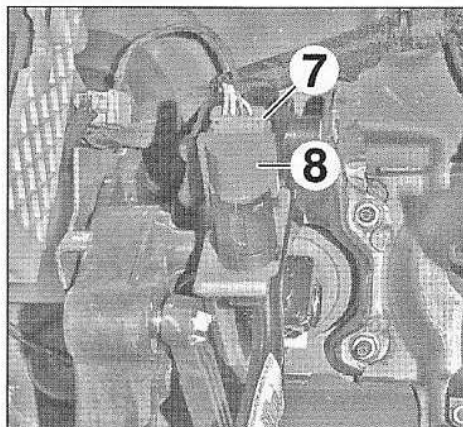

FIG.36
- Débrancher le connecteur (7) du contacteur de stop (8) (Fig.36).
- Tourner le contacteur de stop (8) dans le sens antihoraire pour le déposer.